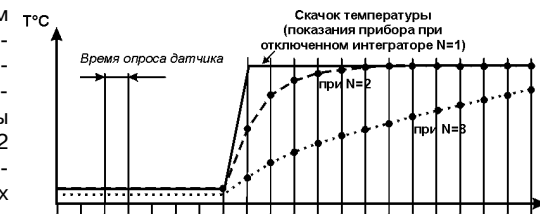

Рис. 8
3.1.3.2. Параметр "глубина фильтра" b0-3 позволяет добиться более плавного изменения показаний прибора. В этом параметре задается количество последних N измерений, из значений которых прибор вычисляет среднее арифметическое. Полученная величина поступает на вход ЛУ. При значении параметра равно 1 фильтр выключен. Действие параметра "глубина фильтра" показано на рис. 8. Уменьшение значения N приводит к более быстрой реакции прибора на скачкообразные изменения контролируемой величины, но снижает помехозащищенность измерительного тракта. Увеличение значения N приводит к улучшению помехозащищенности, но вместе с этим повышает инерционность прибора.